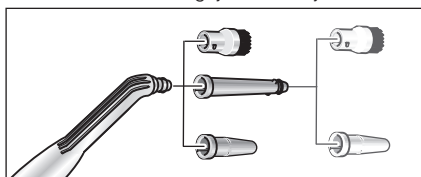

Fig. 6: Accesorios adicionales para la boquilla de chorro concentrado
- Con el fin de aumentar el rendimiento de limpieza al trabajar con la boquilla de chorro concentrado (D1), puede utilizarla junto con el tubo de prolongación (D2), el cepillo circular (D3) o la boquilla para aumentar la velocidad de salida de vapor (D4) (véase la fig. 6). Para ello, coloque las entalladuras del accesorio adicional sobre los salientes de la boquilla de chorro concentrado. Gire el accesorio adicional hasta el tope en el sentido de las agujas del reloj.